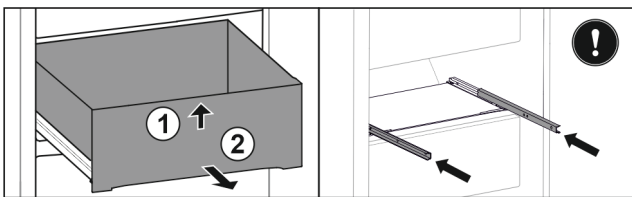

Fig. 123
- ▶ Lade aan de voorkant optillen. Fig. 123 (1)
- ▶ Lade naar voren toe verwijderen. Fig. 123 (2)